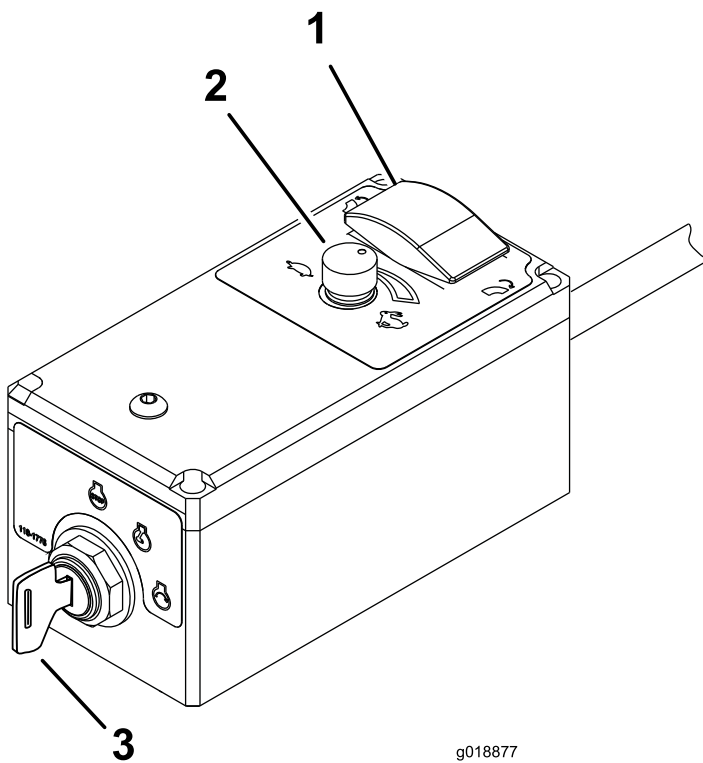

Рисунок 10
3. Поверните ключ замка зажигания двигателя по часовой стрелке в положение ПУСК (START), чтобы запустить двигатель; отпустите ключ после запуска двигателя (Рисунок 10).
3. Если вы покидаете машину, поверните ключ зажигания двигателя в положение Выкл. (OFF) и выньте его из выключателя (Рисунок 10).